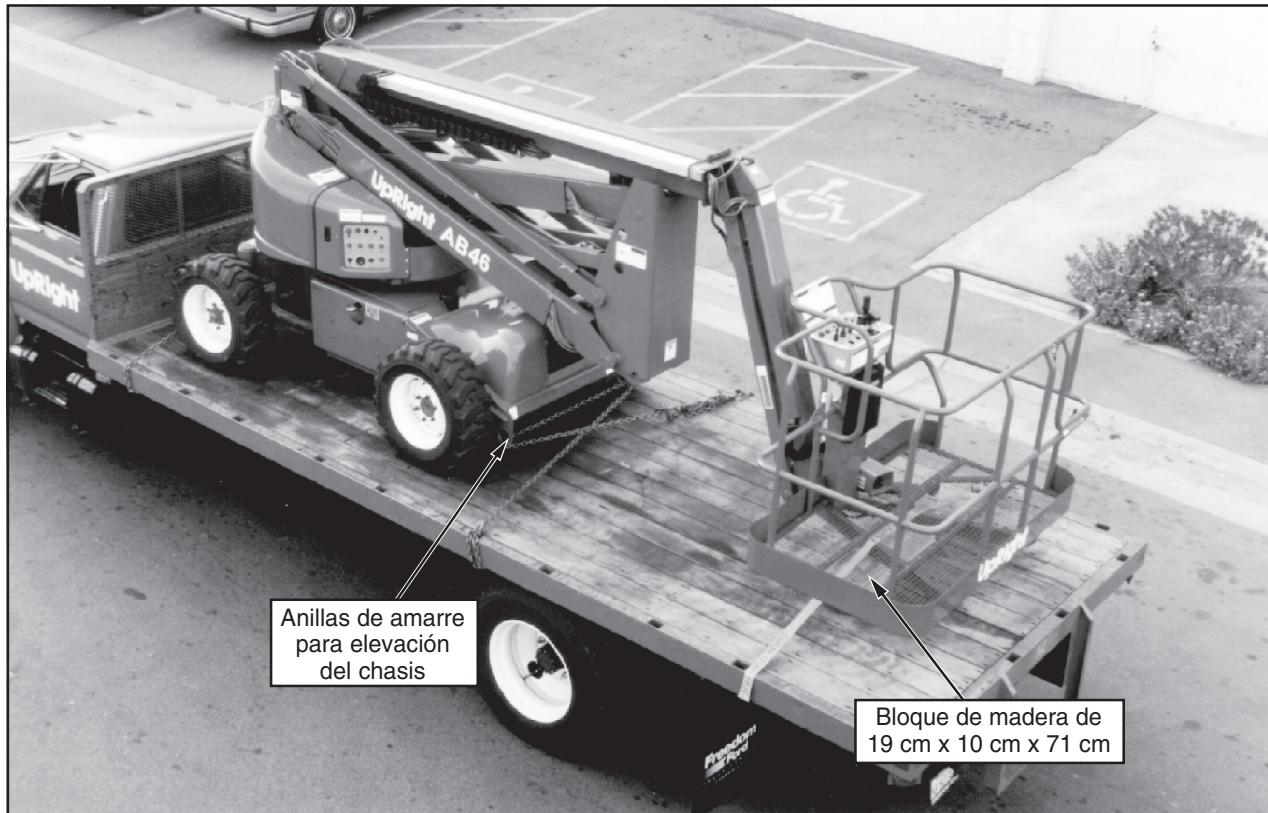

Figura 6: Cómo asegurar la máquina para el traslado
6. Colocar un bloque de madera de 7.5 plg x 4 plg x 28 plg (19 cm x 10 cm x 71 cm) debajo de las barras de apoyo de la plataforma como se muestra en la figura 6.